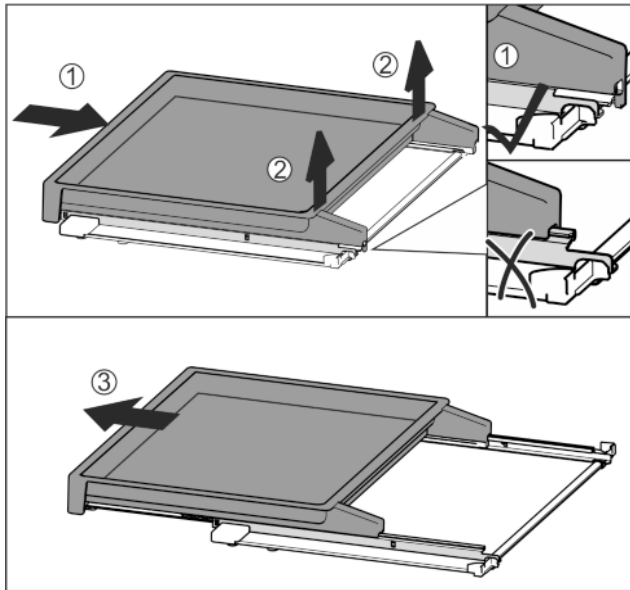

Fig. 37
- ▶ Auszugsbord vollständig einschieben *Fig. 37 (1)*.
- ▶ Verrastung an hinterer Seite lösen *Fig. 37 (2)*.
- ▶ Auszugsbord nach vorne herausnehmen *Fig. 37 (3)*.